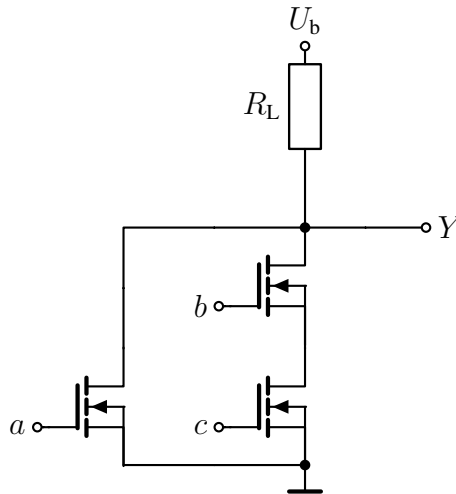

Abbildung 4
Ein digitales Gatter ist in Abb. 4 gegeben. Die Versorgungsspannung beträgt $U_b = 2\text{ V}$ und der Widerstand R_L beträgt $20\text{ k}\Omega$. Wenn die Transistoren leiten, kann angenommen werden, dass die Drain-Source-Spannung der Transistoren $U_{DS} \approx 0\text{ V}$ beträgt.
- d) Wie müsste die Schaltung in Abb. 4 verändert werden, um die gleiche logische Operation wie in Aufgabenteil c) in CMOS-Technologie durchzuführen?